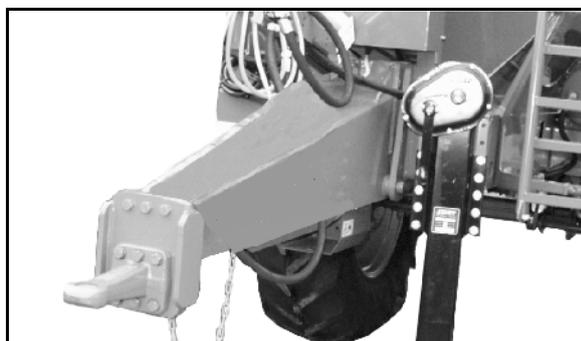

Fig. 25
- geraden Zugdeichsel (Fig. 25),